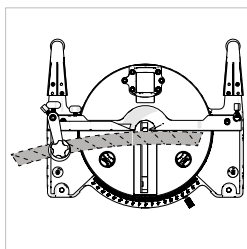

Fig. 15
NOTE : La tête de coupe ne peut être baissée tant que le levier de libération de tête de coupe n'a été actionné (**Fig. 15 - B**). La lame restera couverte par le carter amovible jusqu'à ce que la tête de coupe soit abaissée. Le fonctionnement du carter amovible est automatique.
10. Coupe d'une pièce arquée (Fig 15)